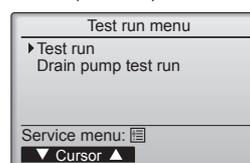

Abb. 7-4
④ Wählen Sie "Test run" (Testlauf) mit der Taste [F1] oder [F2], und drücken Sie dann die Taste . (Abb. 7-4)